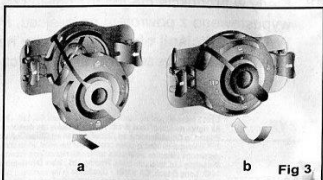

Fig 3
6. Установите клапан так, чтобы значки этого клапана совпали со стрелками на клапане. (Рис. 3-а).
7. Чтобы закрыть отверстие, поверните клапан по часовой стрелке до упора. (Рис. 3-б).
15. После того, как желаемая твердость достигнута, верните переходник для быстрого накачивания в исходную позицию (Рис. 3).